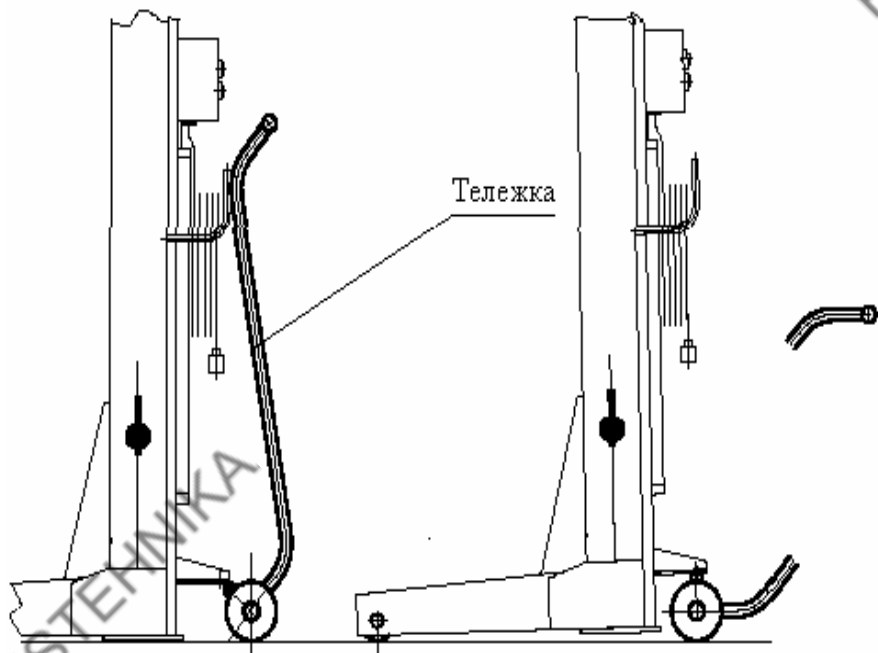

Рис. 5. Перемещение стойки при помощи тележки
7.1.1. При помощи тележки подкатить каждую стойку подъемника к месту установки. Для перемещения стойки подкатить тележку к стойке и, зацепив ее, приподнять (см.Рис.5). Убрать тележку.